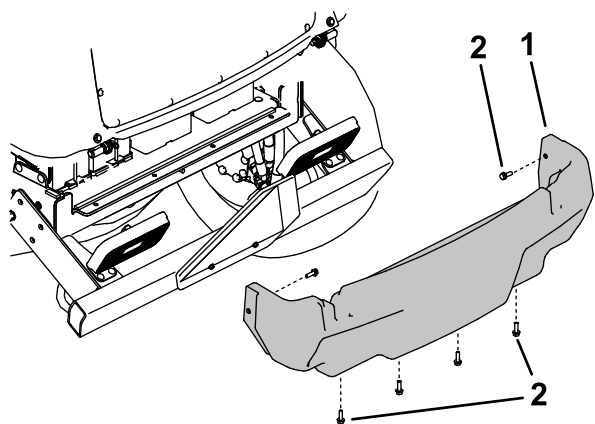

Figura 109
5. Retire los 6 tornillos con arandela prensada que sujetan la cubierta trasera al bastidor, y retire la cubierta trasera (Figura 109).
4. Instale la cubierta trasera (Figura 109).